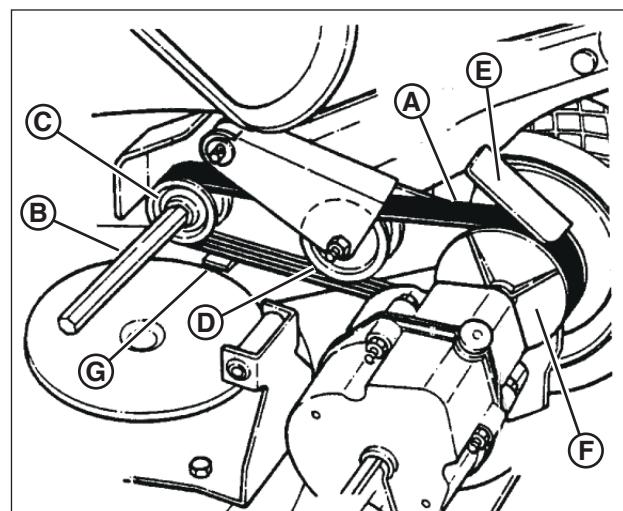

Figure 35 : Acheminement de la courroie Poly-V
3. Placer la nouvelle courroie Poly-V (**A**, Figure 35) par-dessus l'extrémité de l'arbre hex (**B**) et par-dessus la poulie d'entraînement (**C**).